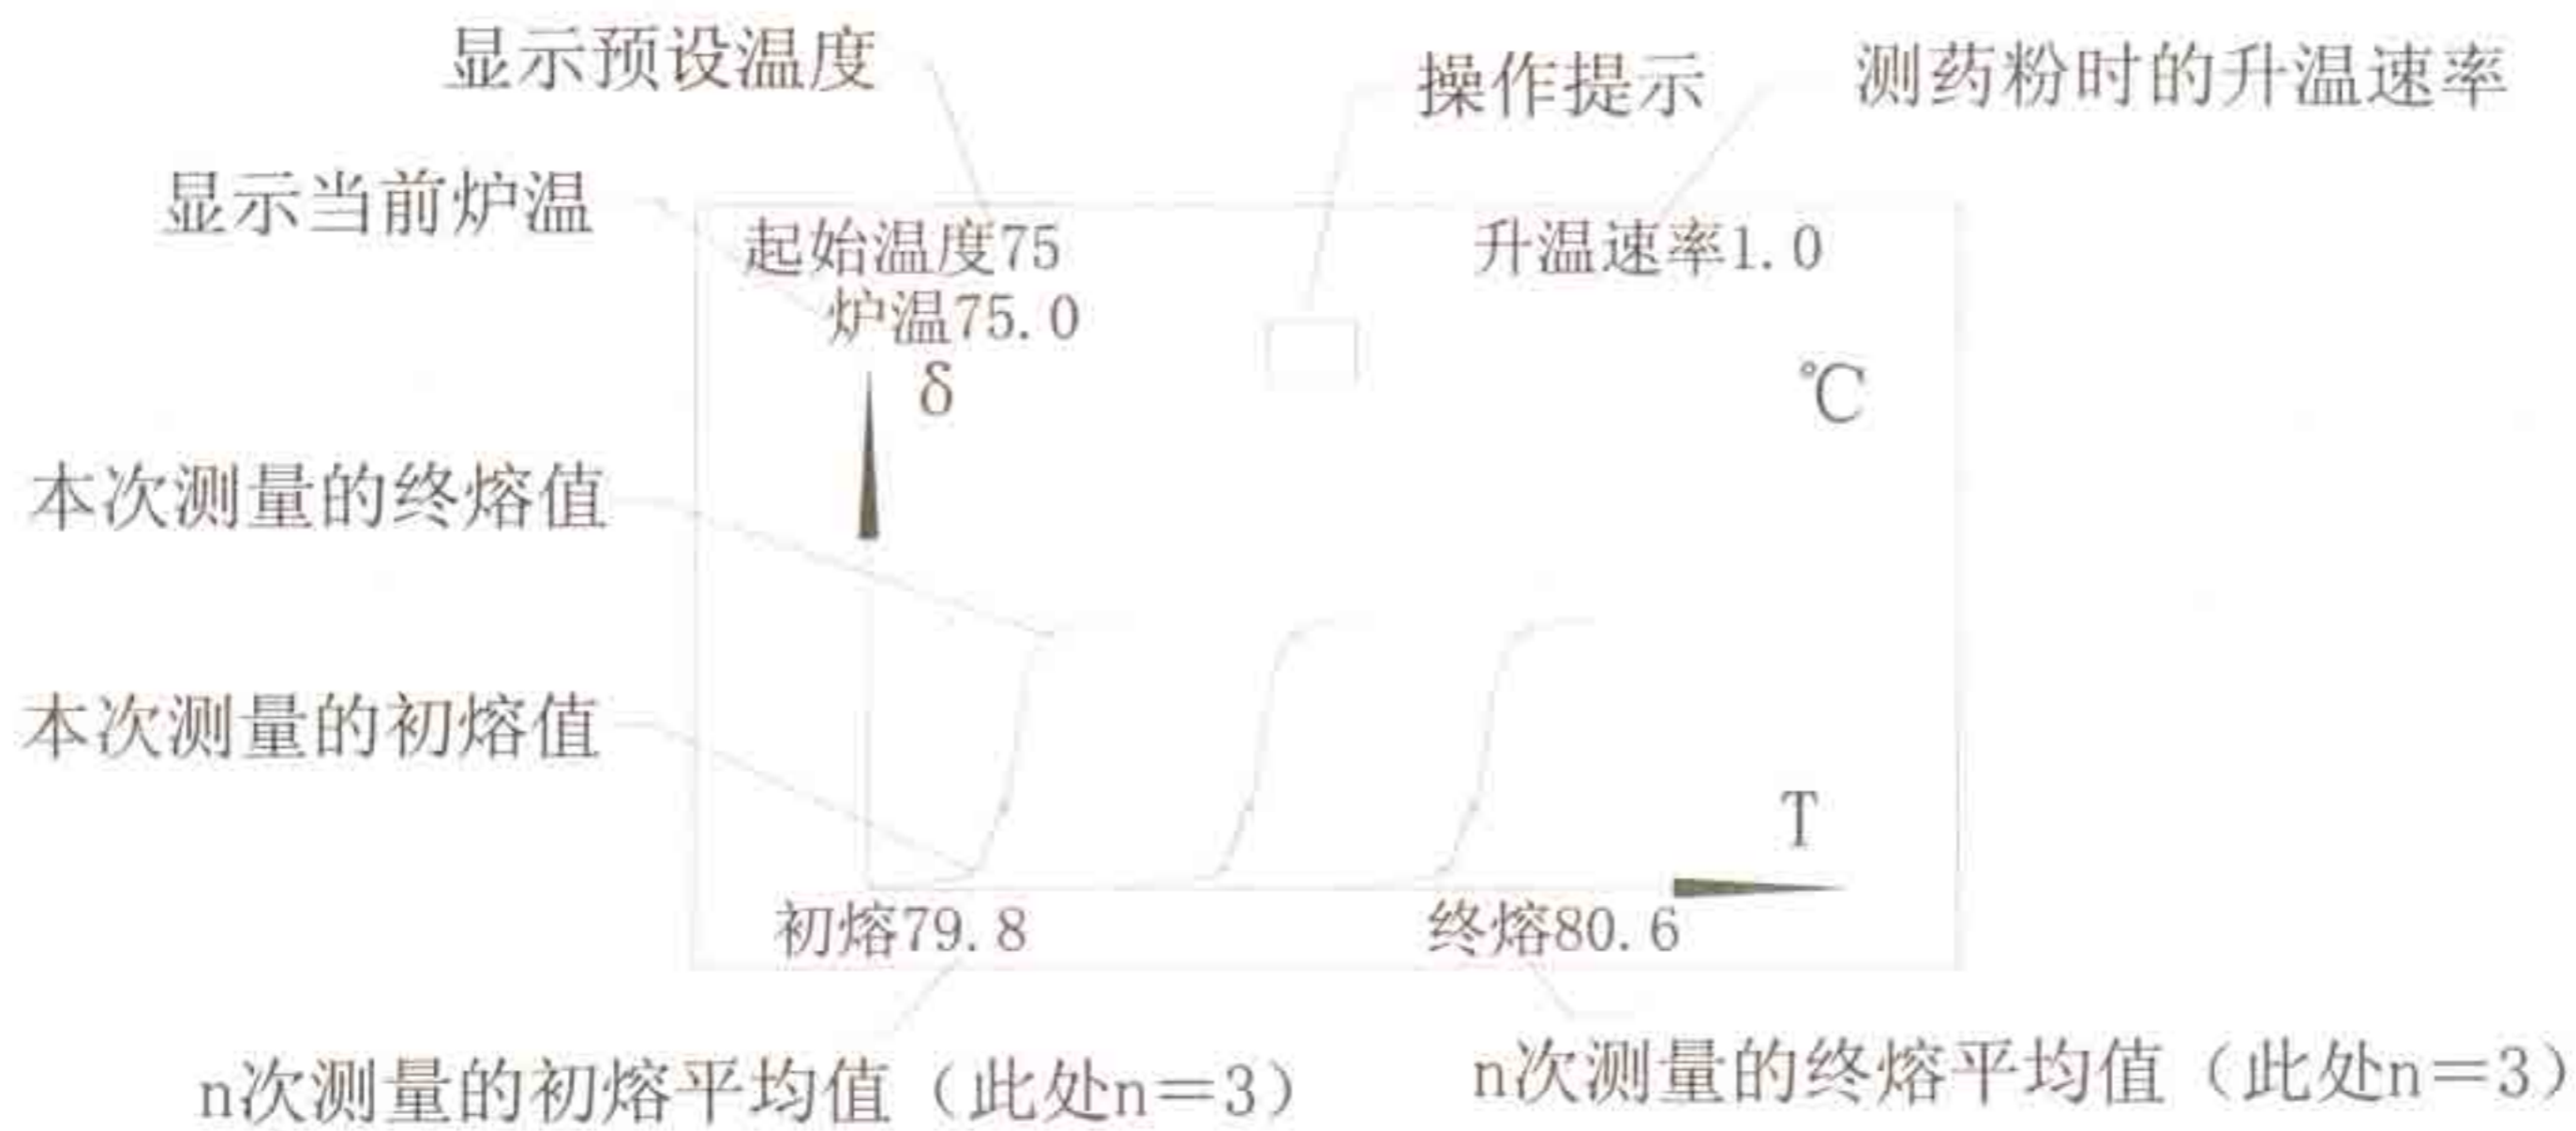

图 4
2. 仪器液晶显示屏如图 4
6. 当达到初熔点时，显示初熔温度，当达到终熔点时，显示终熔温度，同时显示熔化曲线。（具体数据的含义见图 4）